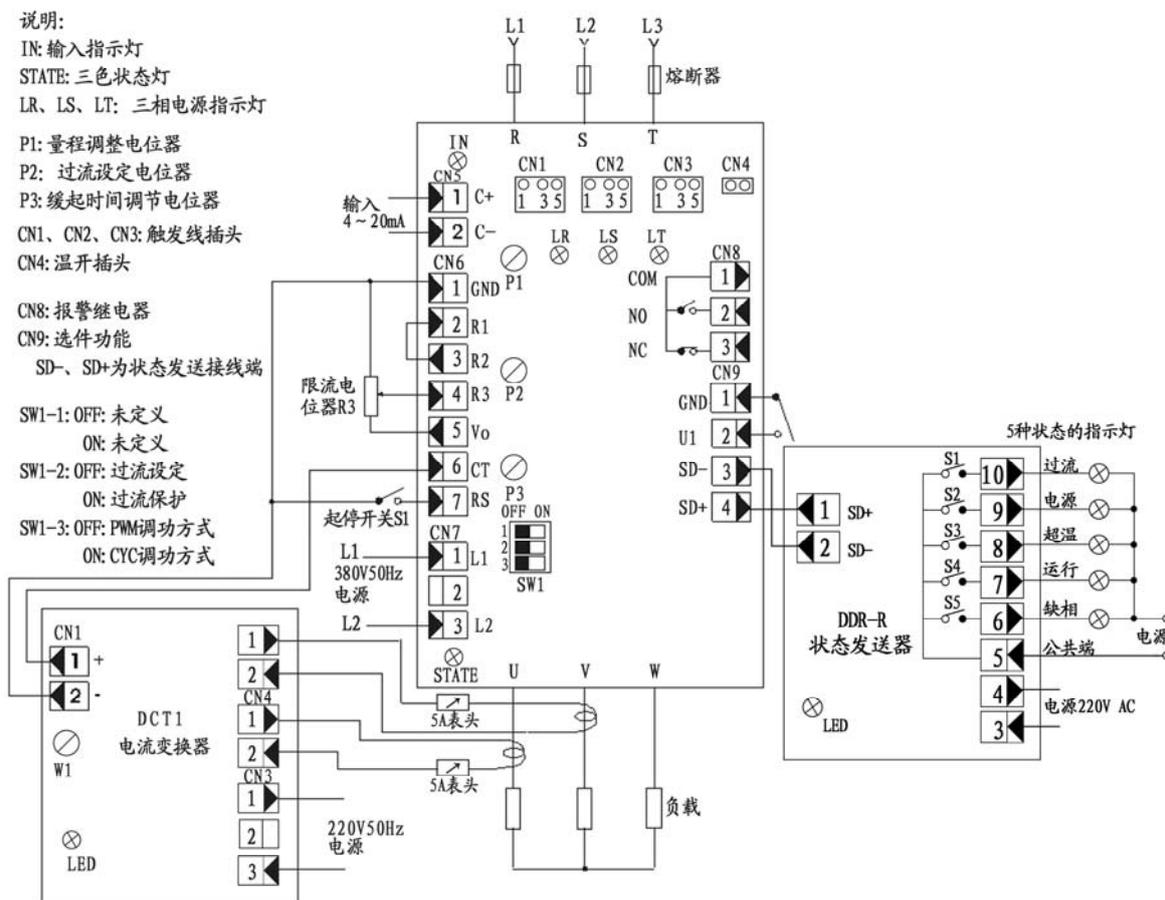

图 2-1-4 星型中心不接地负载自动方式接线图、控制板端子位置图、选件 DCT1、选件 DDR-R 接线图
- ⑦ CN9 端子为功能选项。若需要调功调压一体化功能或者状态发送功能，都必须带 CN9 端子（订货时声明）。
- ⑧ 设备调试时可以按照图 2-1-4 接线，调试时图中负载最好用 100 瓦~200 瓦灯泡做为假负载。
- ⑨ 侧壁接线盒端子图：（图 2-1-4 中 CN8、CN9 端子引至侧壁接线盒，用户使用，需从侧壁接线盒接线）。